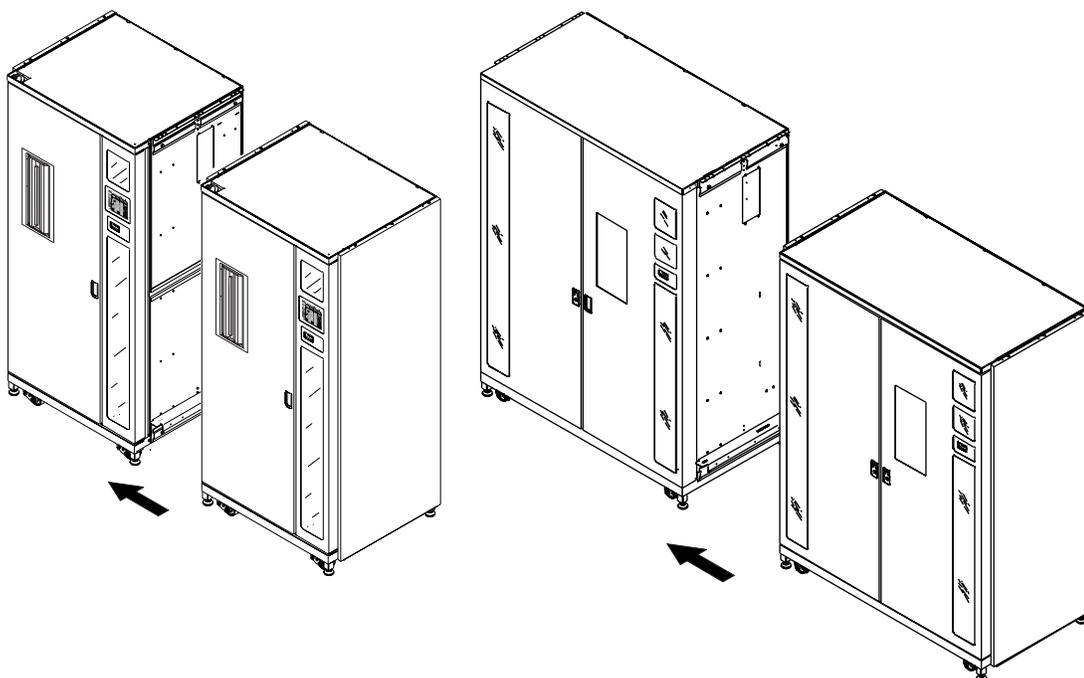

Figura 2-4. Collegamento dei cabinet della libreria
7. Avvicinare lentamente le librerie finché il canale di collegamento del cabinet inferiore sulla libreria sinistra è a contatto con la libreria destra (vedere la Figura 2-4).